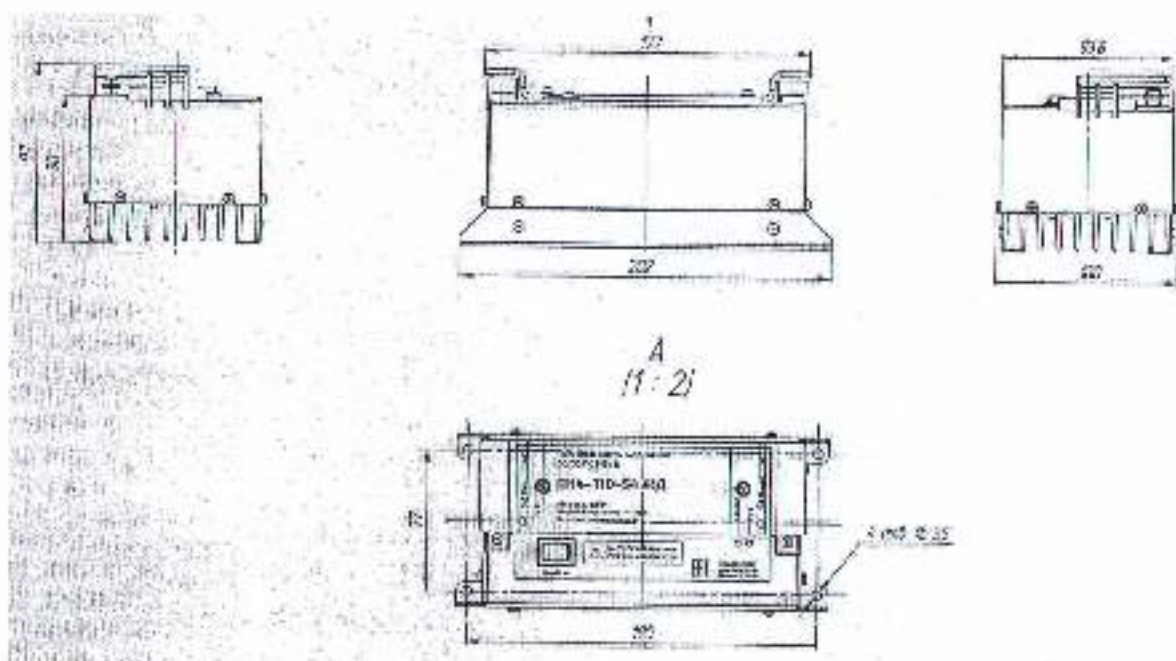

Рис.1.
6.3. Внешний вид и габаритные размеры преобразователя указаны на Рис.1.